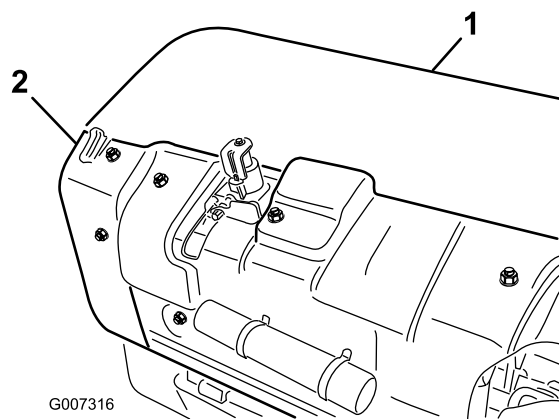

Figura 29
- A. Togliete il coperchio della testa di carotatura posteriore (Figura 29).
- B. Estraete i bulloni di fissaggio della protezione per puleggia e togliete la protezione (Figura 29).